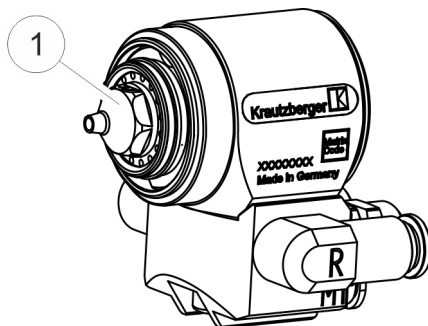

Fig. 15: Montaggio dell'ugello del materiale
- 11.** ► Inserire l'ugello del materiale (Fig. 15/1) e avvitarlo con una chiave a bussola (dimensione SW14).